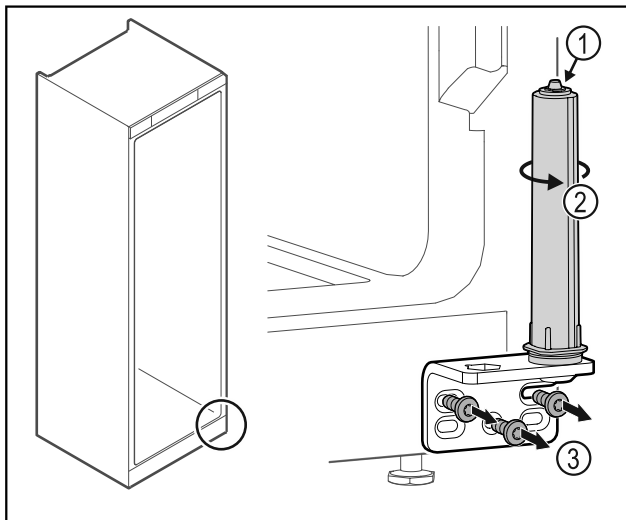

Fig. 25
- Neardykite durų uždarymo sistemos Fig. 25 (1).
- Sukite uždarymo sistemą Fig. 25 (2), kol ji užsifiksuos.
- Atsukite šarnyrinį kampuočių Fig. 25 (3).